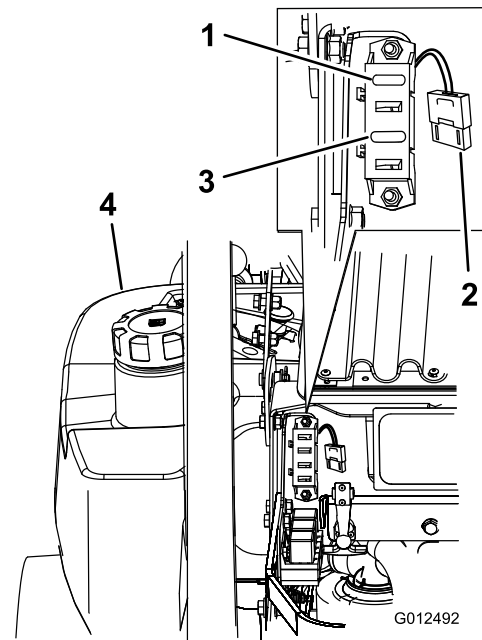

Bild 56
1. Entriegeln Sie die Motorhaube und heben Sie sie an, um die Sicherungsfassung zugänglich zu machen (Bild 56).
3. Setzen Sie eine neue Sicherung ein (Bild 56).